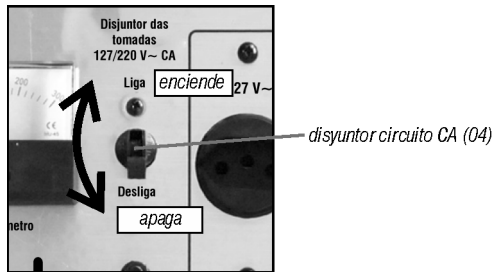

Fig. 15 – disyuntor circuito AC
Si hay sobrecarga de corriente eléctrica, el disyuntor actuará automáticamente, asumiendo la posición apagado (OFF). Cuando esta situación ocurra, primero verifique la causa de la sobrecarga, resuélvala y sólo entonces accione el disyuntor para la posición enciende (ON) (fig. 15).